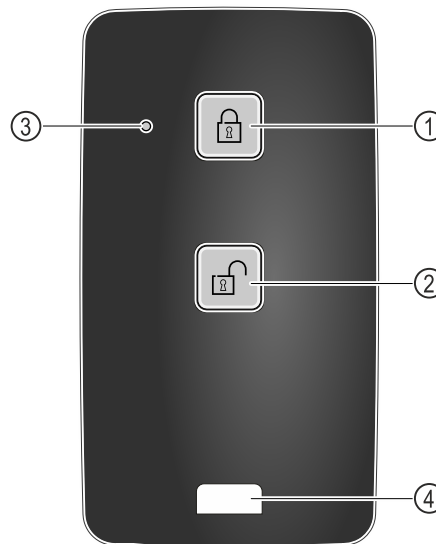

Fig. 219
- (1) Заклучване на ключалката
- (2) Отключване на ключалката
- (3) Светодиод за статуса
- (4) Крепежна халка
- ▶ Натиснете бутона Fig. 219 (1) на дистанционното управление.
- ▶ Натиснете бутона Fig. 219 (2) на дистанционното управление.
- ▶ Светодиодът за статуса Fig. 219 (3) осигурява визуална обратна връзка при натискане на бутон.
- ▶ Халка Fig. 219 (4) за закрепване на дистанционното управление, например на връзка ключове.